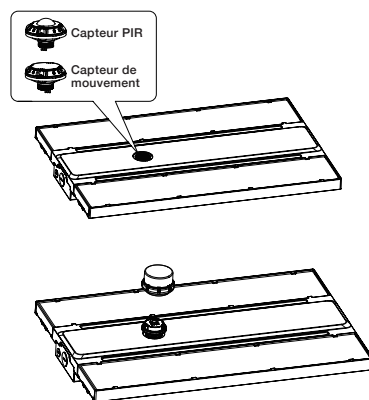

Figure 7
Étape 2. Verrouillez le capteur CC sur la base pour qu'il fonctionne correctement, utilisez une télécommande pour ajuster le mode de fonctionnement selon les besoins. (Figure 7)